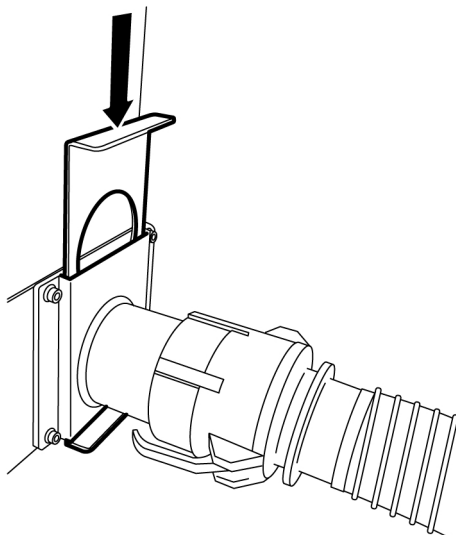

Figura 4-7. Regulador hacia abajo
6. Mover el regulador hacia abajo; ver *Figura 4-7, página 19*.